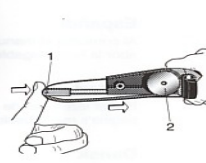

Fig. 4
1. Apăsați axial pe capul extensor 1 (Fig. 4) și luați banda de pe tamburul de transmisie (2).
2. Așezați noua bandă mai întâi pe capul extensor (1). Apăsați-l apoi în spate și așezați banda peste tamburul de transmisie (2).